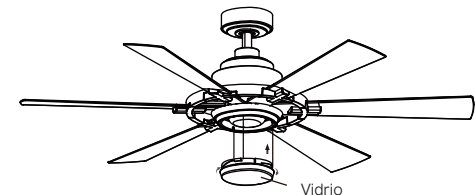

Figura 23
**Paso 4.** Asegure el vidrio a la carcasa del interruptor girándolo en el sentido de las agujas del reloj, gire el vidrio gradualmente hasta que encaje en la carcasa del interruptor. No apriete demasiado. (Figura 23)